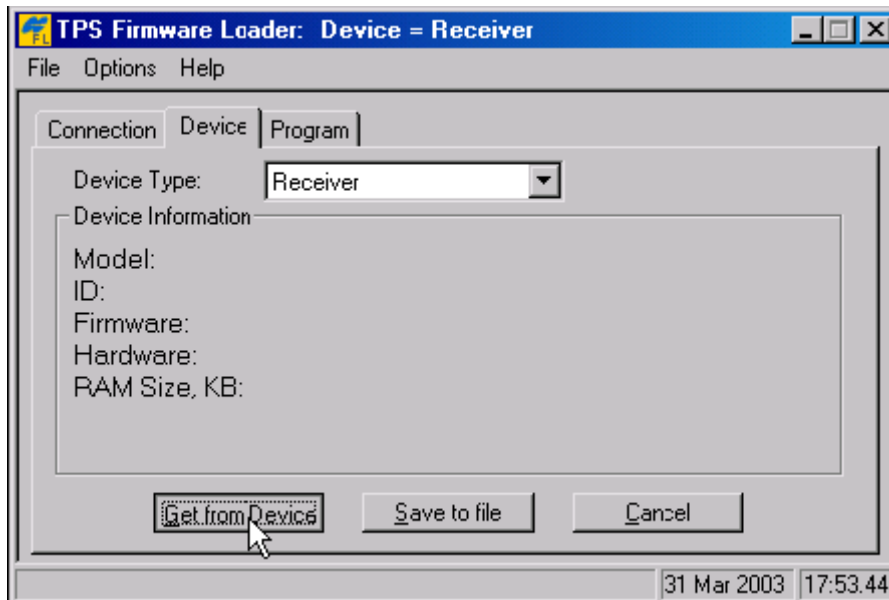

Рисунок 5-19. Установка типа устройства приемника
1. В программе FLoader выберите вкладку *Device (Устройство)*, в ней для поля *Device Type (Тип устройства)* выберите значение *Receiver (Приемник)*. После этого щелкните на кнопке *Get from Device (Опросить устройство)* для получения сведений об устройстве, см. рис. 5-19.